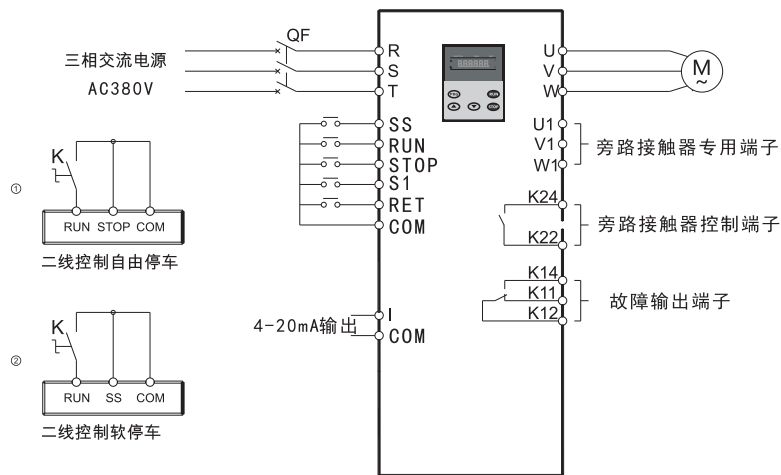

图 5-1
注①：表示外控有两种接线方式，详见图5-1；
注③：“停车模式选择”中的参数设置仅对键盘操作有效，采用外控操作时，停车方式和接线有关，详见图5-1。